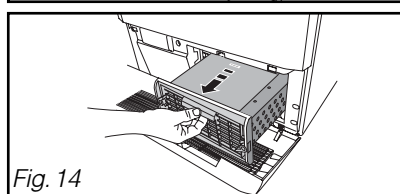

Fig. 14
- Retirez-le délicatement (Fig. 14).